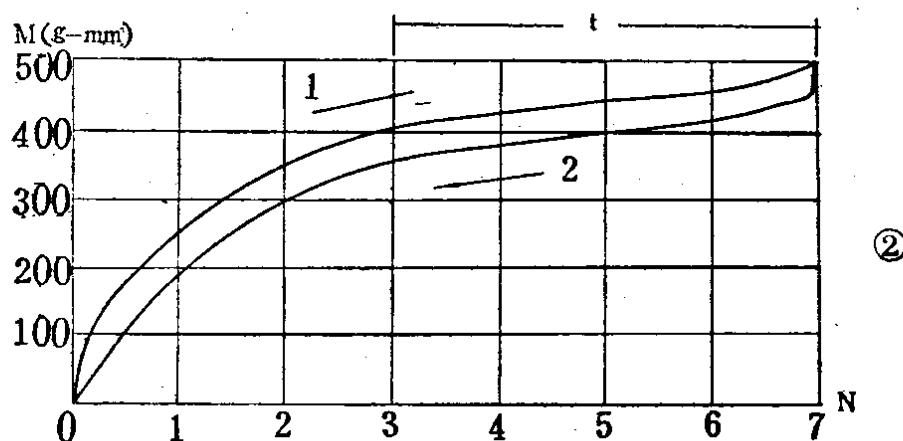

图 1—5 发条力矩曲线比较图
例如，有二种不同的发条力矩曲线，进行对比分析，第一种是不良的曲线变动（图 1—5 ①），第二种是良好的曲线变动（图 1—5 ②）